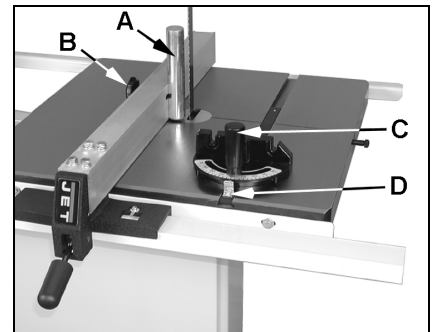

Fig 8
Montieren Sie den Anschlag (A, Fig 8) mit der Sterngriffschraube (B) auf Höhe der Sägeband-Zahnung.